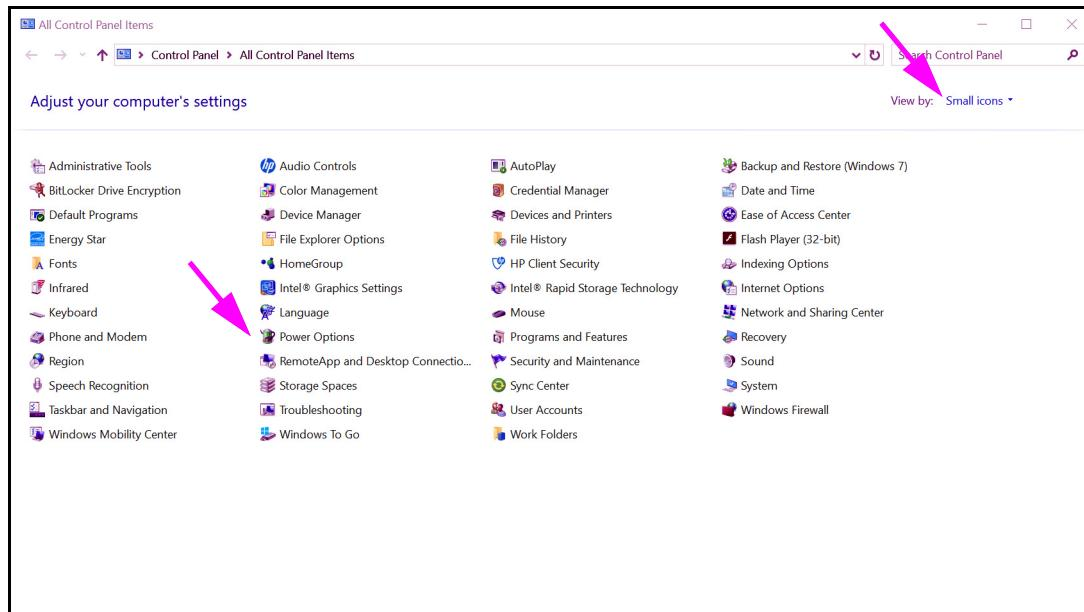

Figure 2-24. Fenêtre All Control Panel Items (Tous les Panneaux de configuration)
2. Sélectionner le **Control Panel (Panneau de configuration)** du **système Windows**. Si l'affichage est réglé avec des petites icônes, la fenêtre All Control Panel Items (Tous les Panneaux de configuration) apparaît comme présenté à la Figure 2-24. Cliquer sur **Power Options (Options d'alimentation)**.